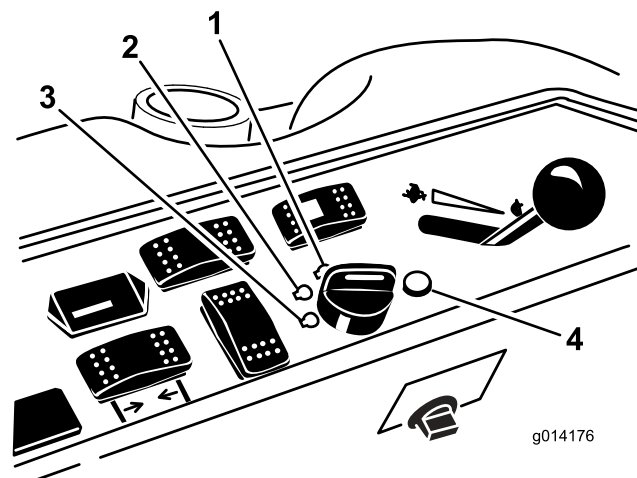

Figura 16
6. Rode a chave da ignição no sentido dos ponteiros do relógio para a posição FUNCIONAMENTO (Figura 16).
3. RODE A CHAVE DA IGNIÇÃO PARA A POSIÇÃO Desligar **Figura 16**. Espere até que todas as peças em movimento parem, antes de sair da posição de operação.